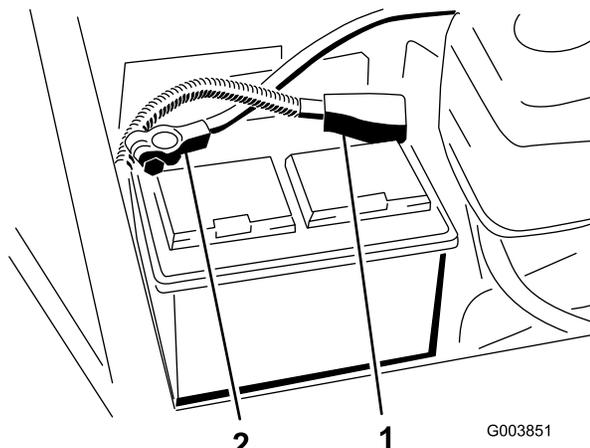

Figura 2
2. Verificate che la batteria sia saldamente fissata, e controllatene la carica con un idrometro. Se la batteria dovesse perdere la carica, prima di collegare il caricabatterie verificate che il cavo positivo (+) sia scollegato dalla batteria (Figura 2).